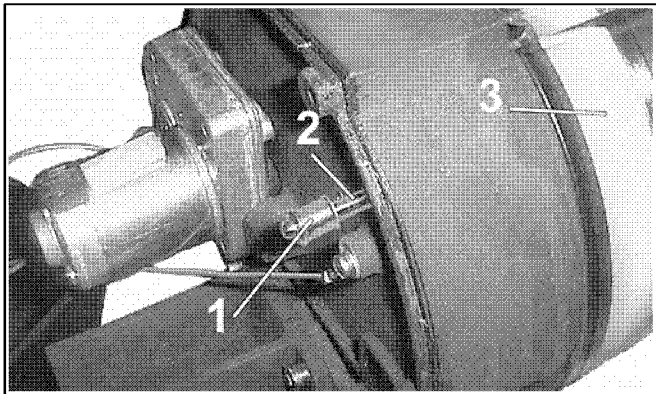

Abb. 8-3 Teile der Leermeldung
- Die Folgeplatte 3 (Abb. 8-3) des Behälters bewegt den Stift 2 mit dem Magneten 1 an der Steuerplatine vorbei und löst die Leermeldung aus.